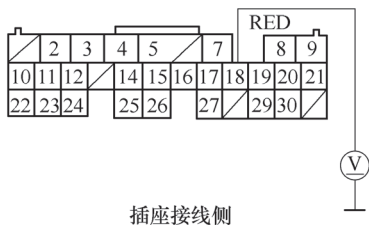

图 5-134 测量 PCM 插接器
12) 将点火开关置于 ON (II) 位置。
13) 如图 5-134 和图 5-135 所示，在 PCM 接头连接的情况下，测量 PCM 插接器 E (31P) 的 18 号 (L-4 发动机型) 或 27 号 (V6 发动机型) 与车身搭铁之间的电压，检查是否为蓄电池电压。如果是，检查 PCM 插接器 E (31P) 的导线是否松动或接触不良，如果插接完好，替换一个确认良好的 PCM，然后重新检查，如果症状 / 指示消失，则更换原来的 PCM，然后执行 PCM 怠速学习程序；如果不是，维修压缩机离合器继电器与 PCM 之间的导线开路故障。